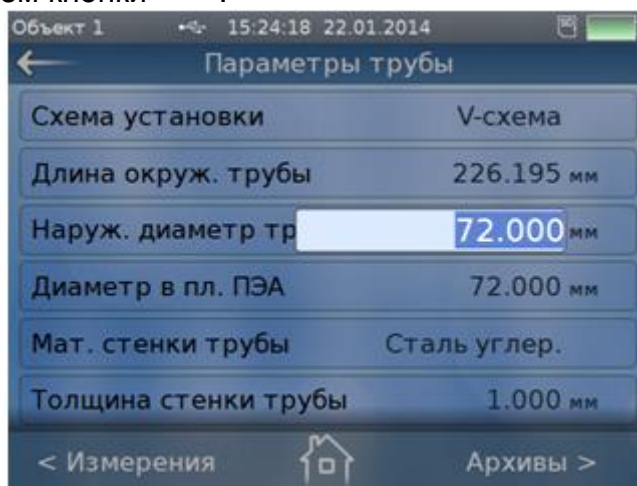

Рис.5. Пример индикации установки числовых значений параметра «Наруж. диаметр трубы» в окне «Параметры трубы».
3.2.2. Если изменение значения параметра должно производиться путем набора нового цифрового значения, то текущее значение параметра заключается в синий прямоугольник на светло-сером фоне, а цифры меняют цвет на белый (рис.5), при этом общий фон дисплея прибора затемняется. Ввод абсолютно нового числа может